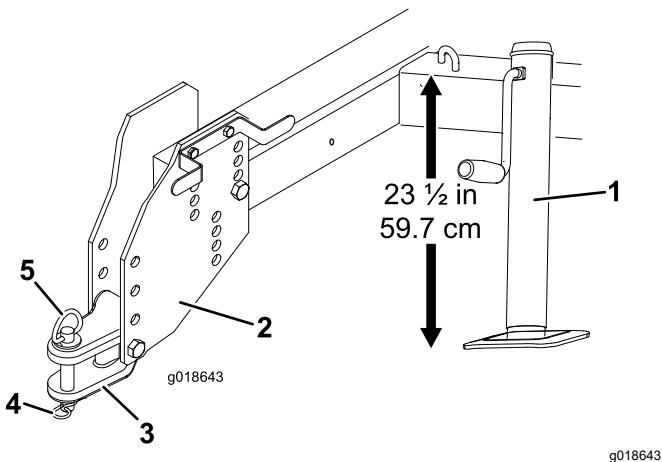

Figura 3
3. Ajuste el gato, de modo que la distancia desde la parte superior del chasis al suelo sea de 59,7 cm (Figura 3).
- Retire los pernos y las contratuerzas que fijan la barra de tracción a las placas de enganche (Figura 3).
6. Fije la barra de tracción al enganche de la unidad de tracción con el pasador de enganche y el pasador de seguridad (Figura 3).